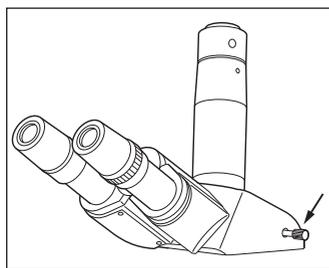

図17
1. 接続USBカメラに合わせて、付属のCマウント型アダプターもしくはφ23.2mm型アダプターを取り付けてください。(図17)